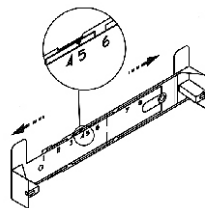

рис. 5
6.2 Крепление кронштейна к стене (рис. 5, 6).
- прежде чем прикрепить кронштейн к стене, необходимо выставить кронштейн на нужный размер рис. 5 (равный ширине верхней фальштрубы), для этого увеличьте размер кронштейна (если это необходимо), раздвинув его, и установите фиксатор напротив цифры соответствующей Вашей вытяжке (см. графа N, табл.3);